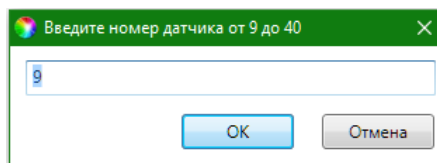

Рис. 4.14. Ввод номера радиоустройства
- В открывшемся окне укажите номер радиоустройства из числа еще не занятых в нумерации радиоизвещателей и шлейфов. Нажмите кнопку **OK** (рис. 4.14).